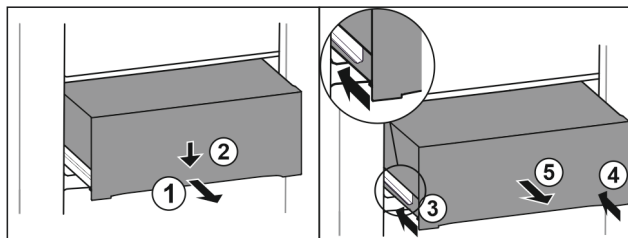

Fig. 167
- Estrarre il cassetto a metà. Fig. 167 (1)
- Premere il cassetto sul lato anteriore verso il basso. Fig. 167 (2)
- Spingere la guida sinistra di circa 2 cm verso l'interno. Fig. 167 (3)
- Spingere la guida destra di circa 2 cm verso l'interno. Fig. 167 (4)
- Rimuovere il cassetto tirandolo in avanti. Fig. 167 (5)